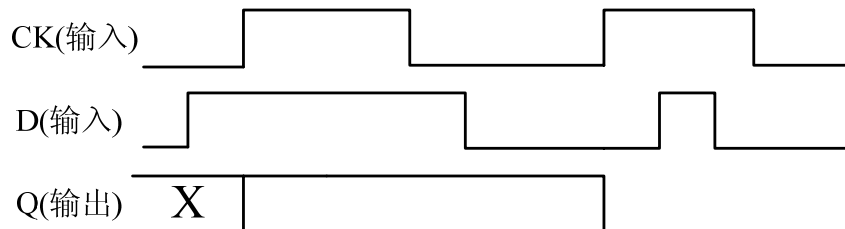

图 B-2 时序图
7. 根据图 B-2 所示时序图, 采用 Verilog 语言设计与之功能匹配的电路模块(边沿锁存器)。(6 分)